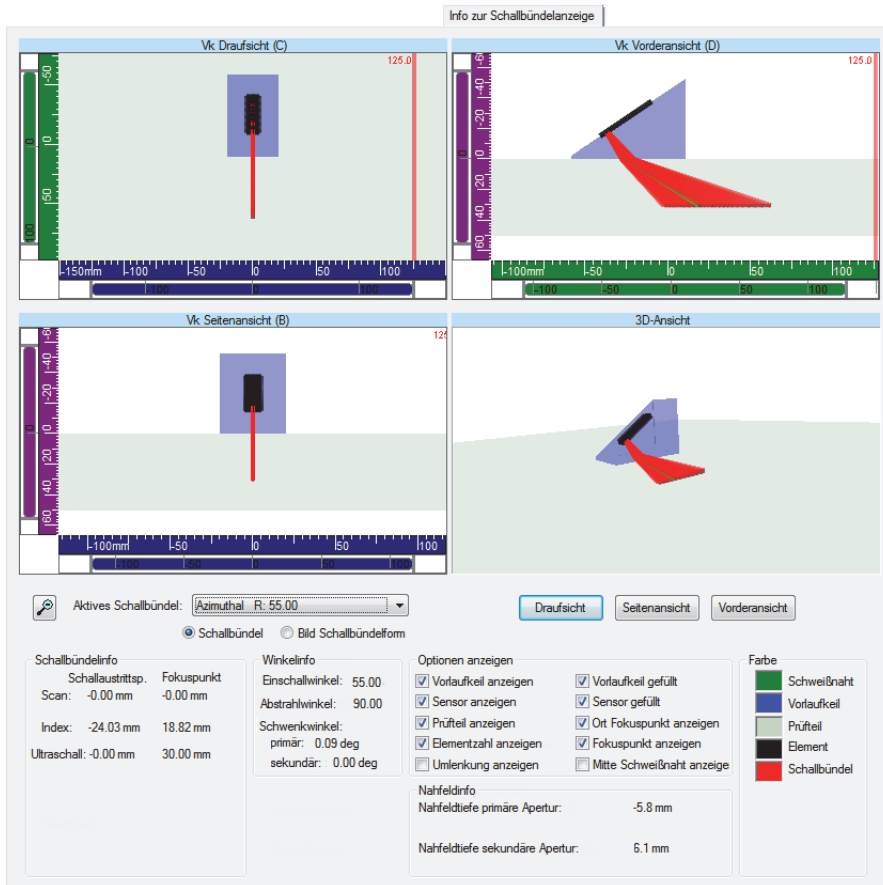

Abbildung 4-10 Registerkarte Info zur Schallbündelanzeige im Calculator
- n) Setzen Sie die vier Ansichten und die unten stehenden Parameter ein, um die berechneten Schallbündel zu überprüfen (Abbildung 4-10 auf Seite 110).